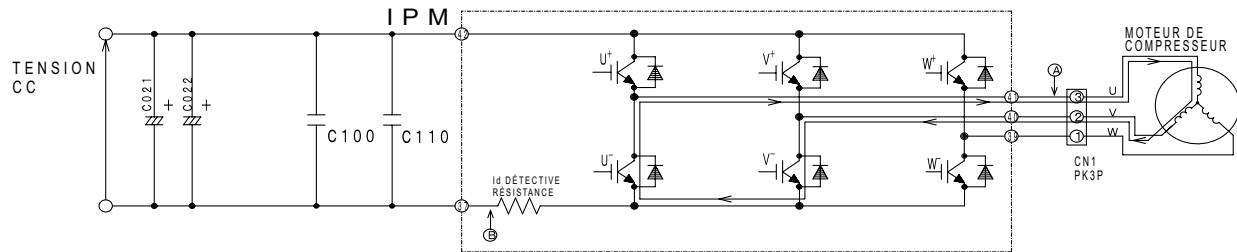

Fig. 4-4 Circuit de module d'alimentation (U+ est DÉSACTIVÉ, V- est ACTIVÉ)
- (2) Lorsque le transistor U+ est sur DÉSACTIVÉ : (par inductance de la bobine du moteur) bobine U → bobine V → transistor V- → Diode U- de retour → Point (A) (Fig. 4-4)